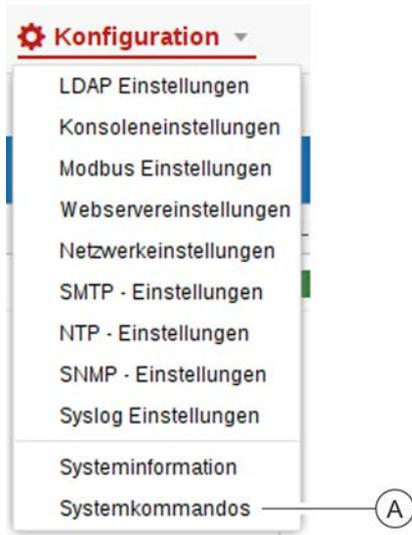

Abb. 259: Systemkommandos aufrufen
1. ➔ Über „Konfiguration ➔ Systemkommandos“ das Fenster "Systemkommandos" aufrufen (Abb. 259/Ⓐ).